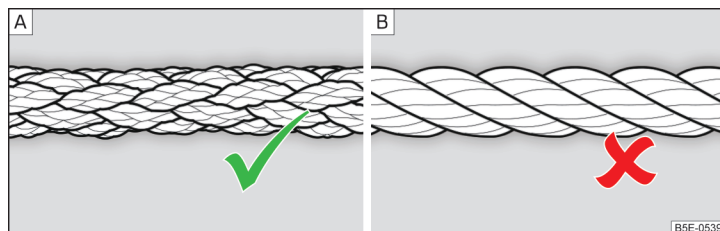

Bild 126 Flätad bogserlina/vriden bogserlina
Använd en flätad bogserlina för montering » bild 126 - **A**.
- Använd inte en virad bogserlina för bogsering » bild 126 - [B], bogserögla på fordonet kan vridas ur - olycksrisk.